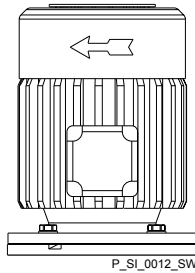

Abb. 18: Drehrichtung Motor
- Beim Anschließen des Motors auf die richtige Drehrichtung achten - siehe Pfeil auf Lüfterabdeckung wie in Abb. 18.